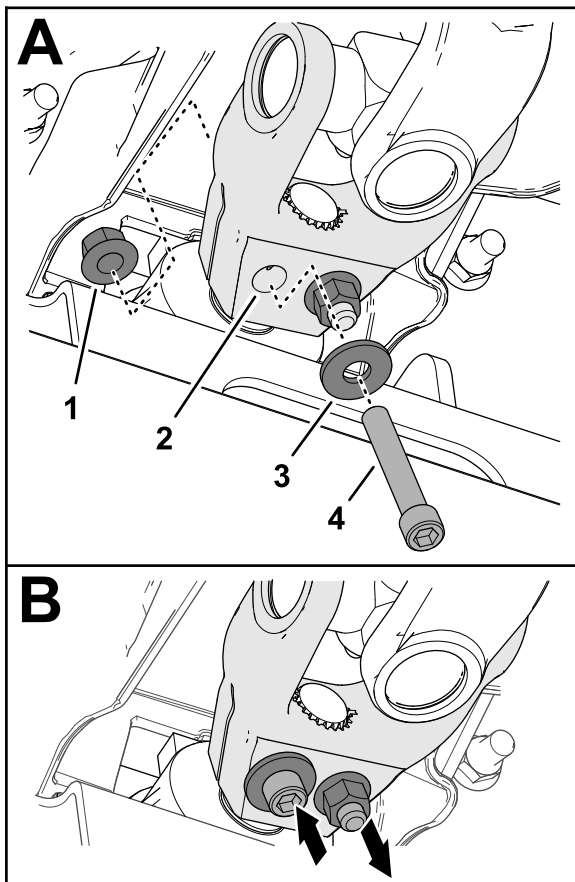

Figure 17
6. Insérez une vis à tête creuse ( $\frac{3}{8}$  x  $2\frac{1}{4}$  po) dans une rondelle ( $\frac{3}{8}$  po) et dans le trou de la chape de l'arbre d'entraînement (Figure 17), et fixez la vis au moyen d'un contre-écrou à embase ( $\frac{3}{8}$  po).
- Insérez une vis à tête creuse (3/8 x 2 1/4 po) dans une rondelle (3/8 po) et dans le trou de la chape de l'arbre d'entraînement (Figure 17) par l'autre côté, et fixez la vis au moyen d'un contre-écrou à embase (3/8 po).